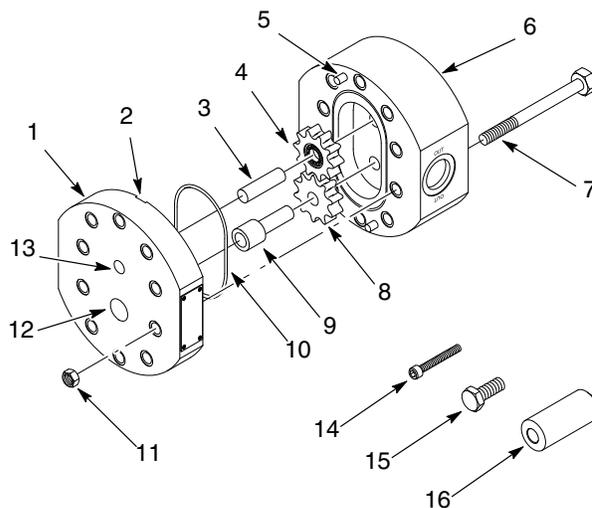

Figura 2 Tipico flussometro con albero pressato
1. Vedi figura 2. Rimuovere il flussometro dal sistema e poggiarlo su banco di lavoro piano e pulito.
2. Rimuovere i dadi dell'involucro (11) e i bulloni dell'involucro (7).
3. Inserire un cacciavite a lama piatta nelle scanalature di apertura (2) e separare la copertura anteriore (1) dal corpo del flussometro (6).
5. Rimuovere l'o-ring dell'involucro (10).
1. Vedi figura 2. Lubrificare i filetti della vite a brugola (14) con grasso.
2. Avvitare la vite nel foro della vite di sollevamento (13) nella copertura anteriore.
3. Spingere fuori l'albero folle (3) e gettarlo.
1. Vedi figura 2. Lubrificare i filetti della vite a testa esagonale (15) con grasso.
2. Avvitare la vite nel foro della vite di sollevamento (12) nella copertura anteriore.
3. Spingere fuori l'albero (9) e gettarlo.
1. Vedi figura 2. Lubrificare l'estremità del nuovo albero folle (3) da pressare nell'alloggiamento con una leggera pellicola di grasso.
1. Vedi figura 2. Lubrificare l'estremità a diametro largo del nuovo albero (9) con grasso.
2. Inserire il diametro piccolo dell'albero nella boccola di trasmissione in alluminio (16), di modo che quest'ultima poggi sulla spalla dell'albero.
1. Vedi figura 2. Con la faccia magnetica contro la spalla dell'albero, infilare il girante magnetico (8) sull'albero (9).